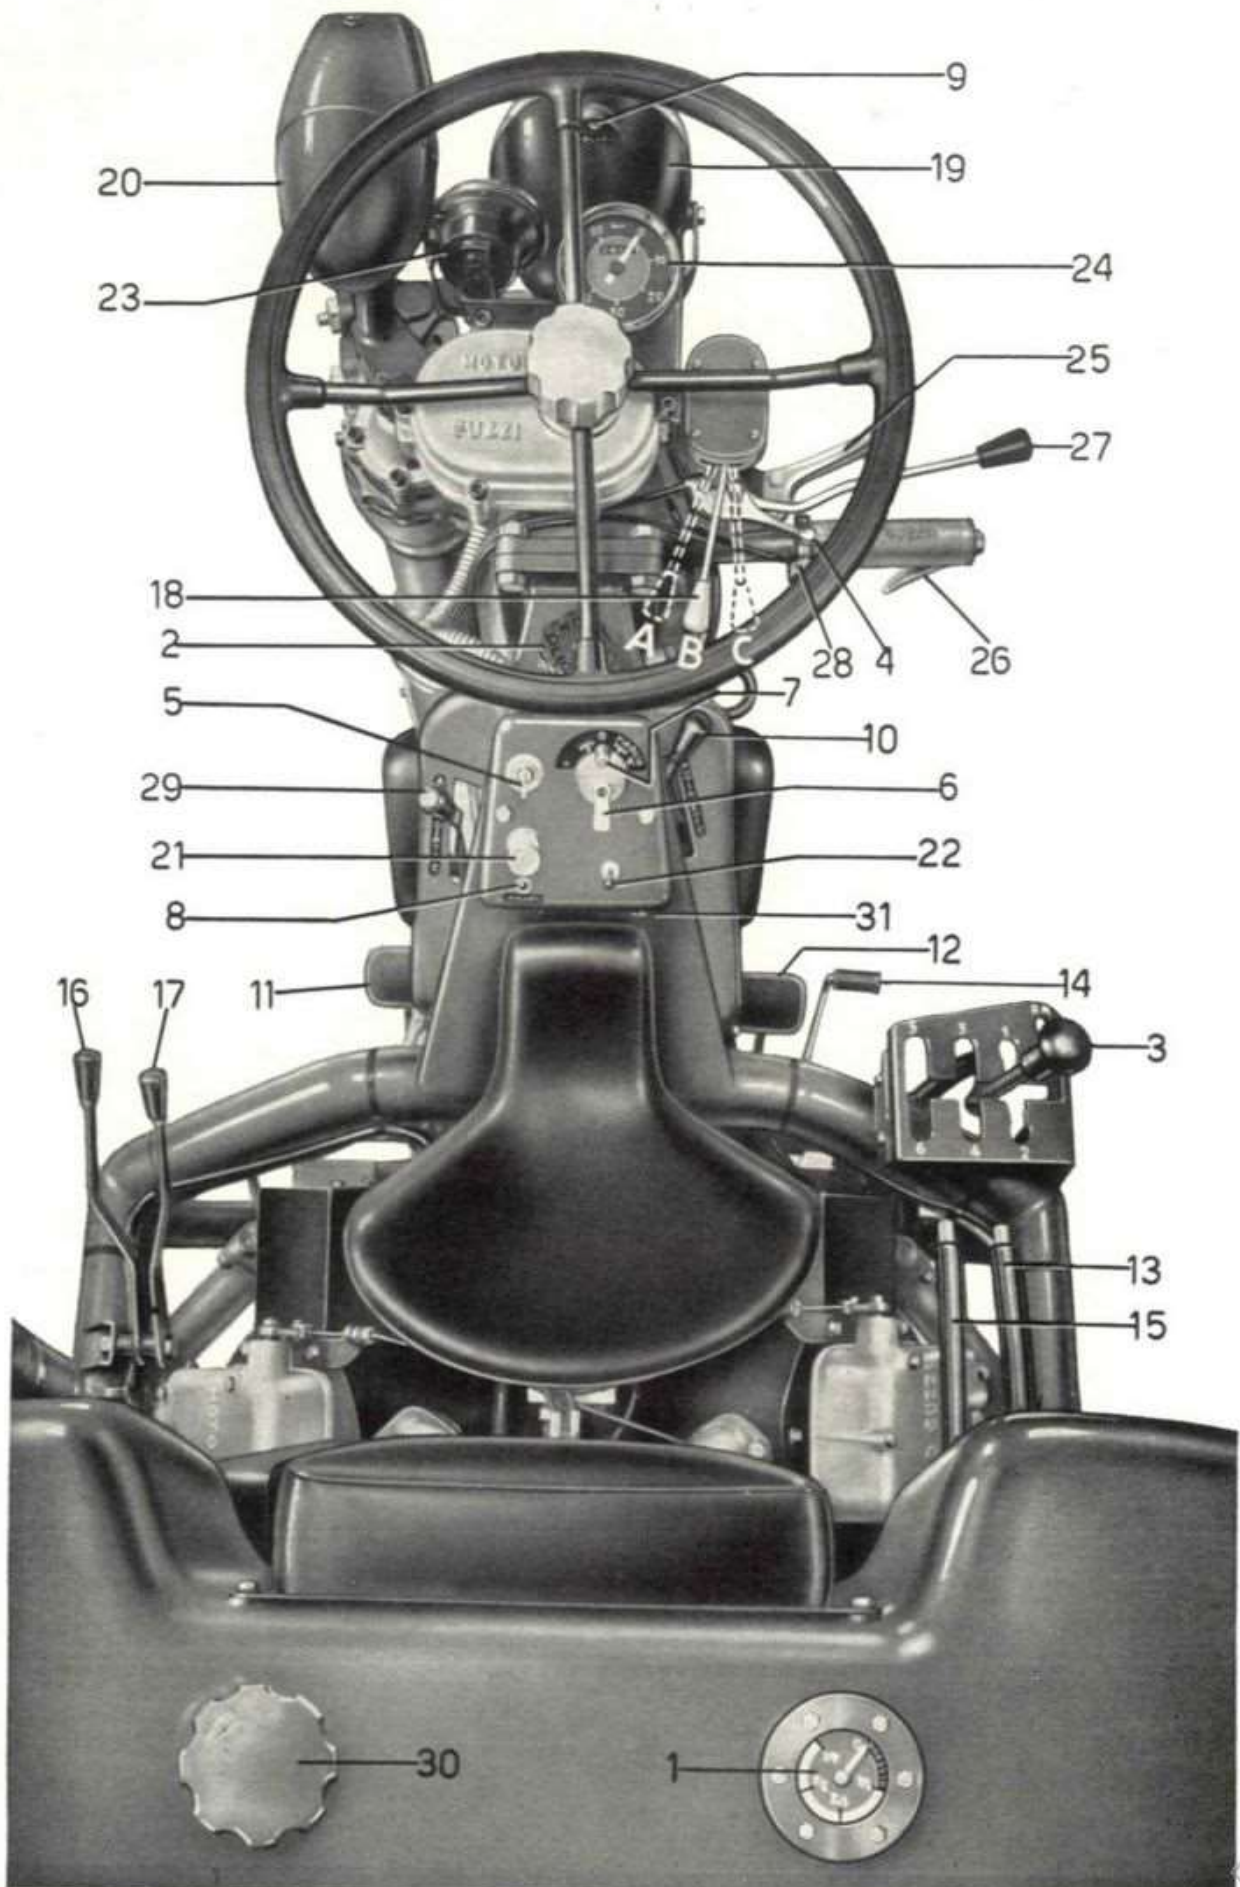

Fig. 10. - Comandi e apparecchi vari.
(ved. fig. 10)
PREPARATIVI PER L'USO (ved. fig. 10)
AVVIAMENTO A MOTORE FREDDO (ved. fig. 10)
- 1°) Controllare che la leva del cambio (3) sia in posizione di folle, come è dimostrato a fig. 10;
- 3°) spostare verso il centro del veicolo (verso il conducente) il manettino corto (4) che comanda il dispositivo d'avviamento del carburatore con miscela ricca;
- 4°) premendo il pulsante d'arresto (7), girare la levetta del commutatore (6) nella posizione di marcia diurna, dopo di che introdurre la chiave (5) girandola da sinistra verso destra (in senso orario). Con questa manovra si chiude il circuito d'accensione, stabilendo il passaggio di corrente dalla batteria alla bobina e al distributore d'accensione; in pari tempo si accendono le spie a luce rossa: insufficiente tensione dinamo (8) e insufficiente pressione olio (9);
- 5°) tirare la leva (10) che mette in azione il motorino elettrico d'avviamento (non è necessario premere sul pedale dell'acceleratore); appena il motore è avviato, riportare la leva nella posizione di riposo. Per aiutare il moto del motorino elettrico è bene premere sul pedale della frizione.
DOPO L'AVVIAMENTO DEL MOTORE (ved. fig. 10)
AVVIAMENTO DEL VEICOLO (ved. fig. 10)
USO DEL CAMBIO (ved. fig. 10)
USO DEL COMMUTATORE SUL QUADRETTO DEI COMANDI (ved. fig. 10)
di discesa, in particolare su fuori strada, l'efficacia frenante del motore risultasse superiore a quanto occorra, si può togliere in parte la compressione del motore agendo sulla leva alzavalvole (26 di fig. 10). Se durante la marcia, per mancanza di pressione dell'olio, si accendesse l'apposita spia di controllo è necessario fermare subito il motore ed eseguire gli accertamenti del caso.
Il veicolo normalmente marcia con carreggiata larga; la carreggiata viene ridotta (stretta) quando il veicolo deve marciare su strade mulattiere o fuori strada che non consentano il transito del veicolo con carreggiata normale. Il comando di variazione carreggiata va eseguito con i rapporti del cambio non superiori alla terza velocità, in modo che venga compiuta lentamente l'operazione per l'allargamento o il rientro delle ruote. Il comando viene eseguito tramite la leva (29 di fig. 10); questa viene usata nel seguente modo: